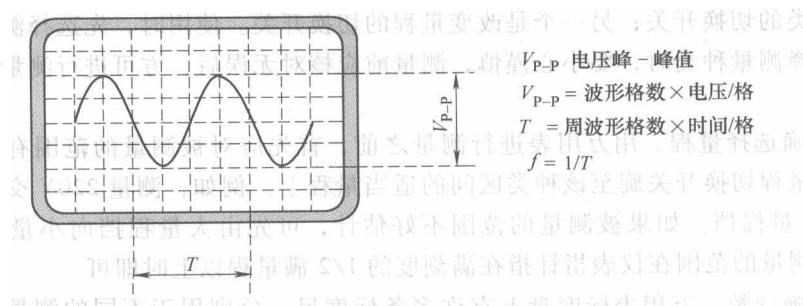

图 1-2 正弦波的测量
(1) 示波器使用前一定要校准，否则测量值不准确。
(2) 注意电压 (有效值) 峰值与峰-峰值之间的区别。
(3) 电压 (频率) 值不能以信号发生器或电子实训台上的显示值为准，而应以示波器测量的读数为准。
4. 示波器的读数举例 正弦波的测量，如图 1-2 所示。将线路按要求接好并检查无误；将电压格、时间格调至合适位置，将水平微调、垂直微调旋钮调至最大。将信号发生器调至合适挡位，通电测量。观察波形，读出电压的峰-峰值  $V_{p-p}$  或峰值  $V_p$ ，周期  $T$ ，即